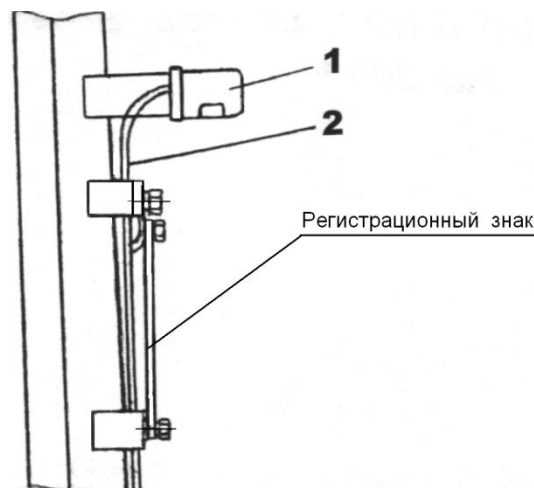

Рисунок 21 – Установка фонаря освещения номерного знака:
- Фонарь освещения номерного знака на кронштейн, расположенный на задней стенке кабины, и с помощью штекера подсоединить провод (рисунок 21).